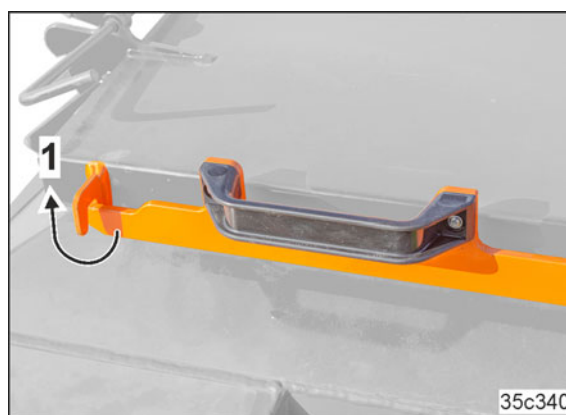

Fig. 221
2. Unlock the lever (Fig. 221/1)